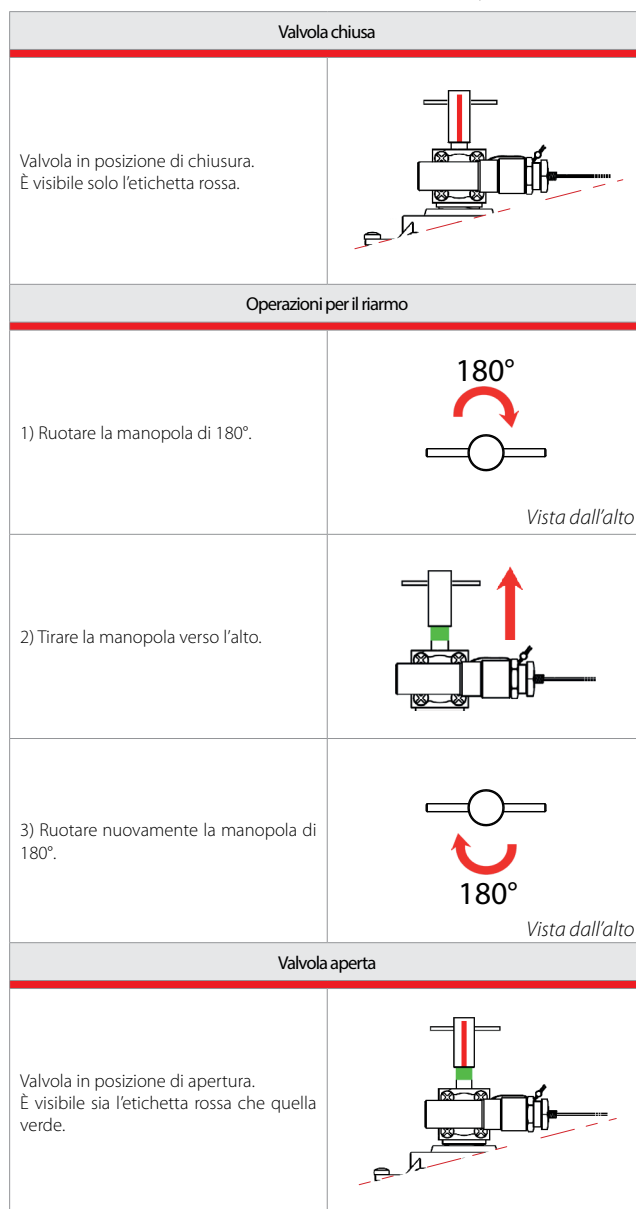

Figura 1
Successivamente ruotare la manopola di 180° in senso orario, tirare verso l'alto la manopola di riarmo (1) e ruotare nuovamente la manopola di 180° in senso orario, fino all'aggancio (vedere figura 1).